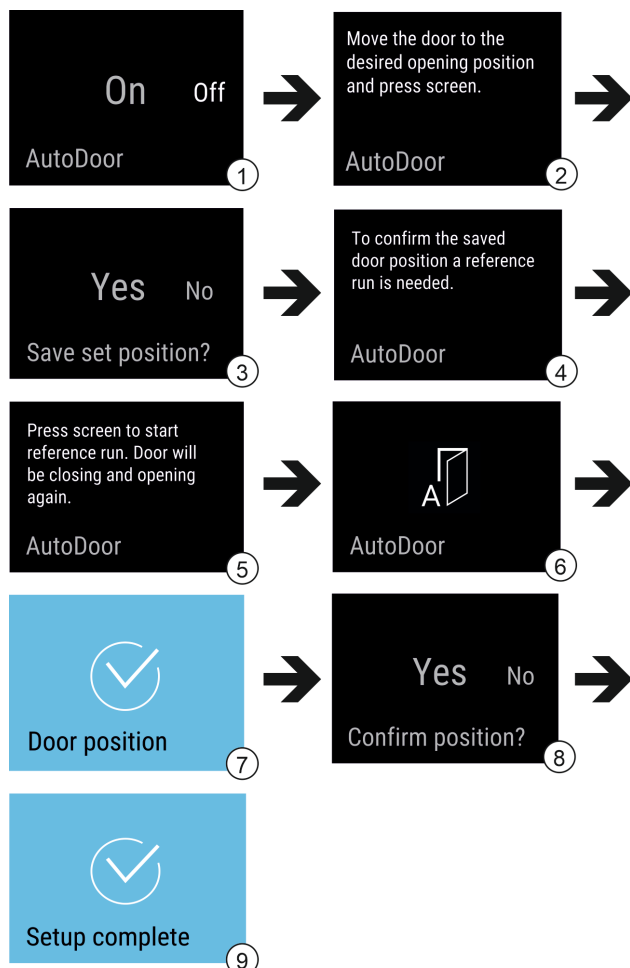

Fig. 13 Eksempel på indikeringer på engelsk
- ▶ Aktiver AutoDoor: Sveip til displayet viser On. Fig. 13 (1)
- ▶ Trykk på displayet i 3 sekunder. Fig. 13 (1)
- ▶ Konfigurere døråpningsvinkel: Åpne døren minst 70°. Fig. 13 (2)
- ▶ Bekreft døråpningsvinkelen: Trykk på meldingen på displayet. Fig. 13 (3)
- ▶ Start referansekjøring: Trykk på displayet. Fig. 13 (5)
- ▶ Displayet blinker. Fig. 13 (6)
- ▶ Referansekjøringen var vellykket: Displayet blir blått i 2 sekunder. Fig. 13 (7)
- ▶ Bekreft døråpningsvinkelen. Fig. 13 (8)
- ▶ Displayet blir blått. Fig. 13 (9)